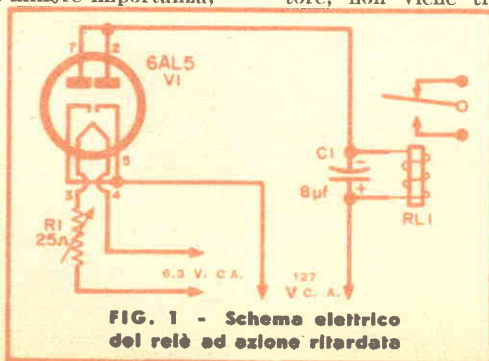

FIG. 1 - Schema elettrico del relè ad azione ritardata
Fig. 1 - (A) Circuito di prova per rilevare le caratteristiche di un tubo a vuoto. (B) Circuito di un tyratron alimentato in c. a. e con pulsante per cortocircuare la polarizzazione di griglia. (C) Forma d'onda quando la tensione d'innescò del tyratron è di 30 V. (D) Forma d'onda quando la tensione d'innescò è di 100 V.
Potete costruirvi questa curva esaminando come la corrente anodica del tubo è regolata dalla tensione della griglia pilota. Le caratteristiche di un tubo a vuoto sono generalmente ricavate per mezzo di un circuito di prova come quello mostrato in fig. 1 A: si fa variare la tensione di griglia e si osserva, su di un milliamperometro, come varia in conseguenza la corrente anodica. Ma se operate in questo modo con un tyratron, rovinereste irrimediabilmente sia il tubo che il milliamperometro.
In fig. 1 C la tensione della griglia pilota è di -1 V: il tyratron incomincia a condurre quando la tensione anodica raggiunge 30 V (punto A); si spegne, invece, quando la tensione cade al disotto di tale valore. Il tempo di conduzione è t_1 .
Si confronti ciò con la fig. 1 D. Essendo ora la griglia pilota a -3 V, la tensione anodica deve salire a 100 V perchè il tubo incominci a condurre. Ciò significa che la durata di conduzione (t_2) è, in questo caso, alquanto minore. La potenza totale trasferita al carico è, nel secondo caso, assai minore che nel primo caso proprio a causa del più breve periodo di conduzione. In pratica, una variazione di uno o due volt nel circuito di griglia, opera una variazione di decine di ampere nel circuito di carico anodico.